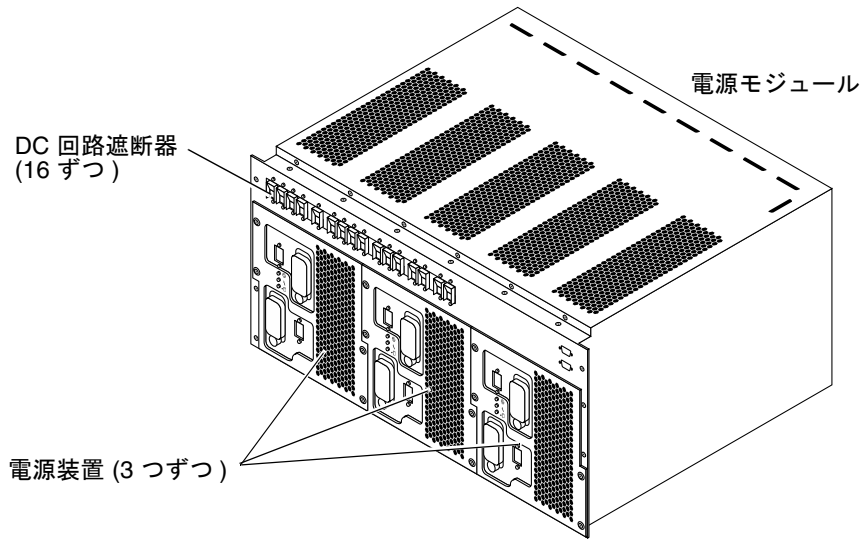

図 2-6 回路遮断器と電源装置
2. 図 2-6 で示すように、正面および背面にある電源モジュールのすべての DC 回路遮断器がオンになっていることを確認してください。